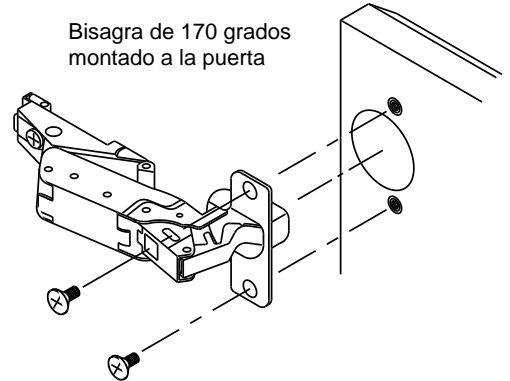

Fig. 8
Insert door side of clip hinge as shown in Fig. 8
- Lado de la puerta del relleno de la bisagra de 125 grados de la bisagra del clip segun lo demstrado adentro Fig. 8